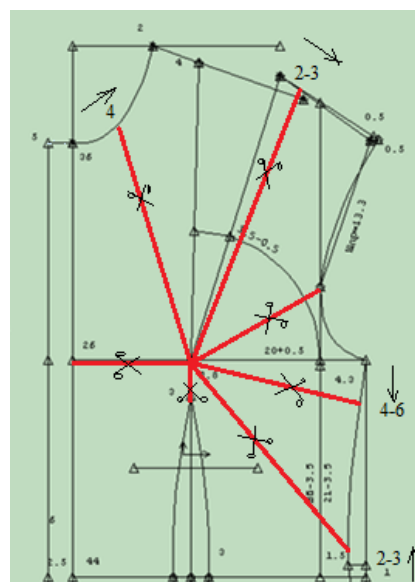

Рис. 3
2. Нанесіть на креслення кольоровою ручкою місця переведення нагрудної виточки до різних зрізів та покажіть на лініях ножиці лезами до центру (як показано на рис.3).